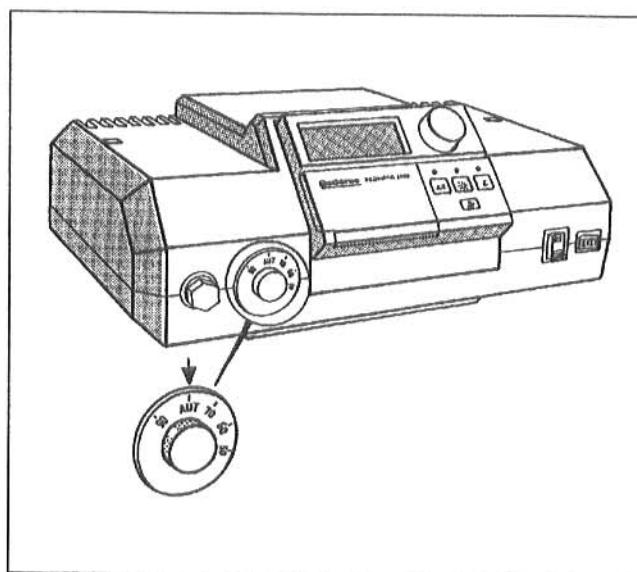

Fig. 5: Aparatul de reglare al temperaturii apei cazanului
- Aparatul de reglare al temperaturii apei cazanului (Fig. 5) se aduce pe poziția "AUT". Fără reglare "Ecomatic" se fixează pe temperatura dorită.